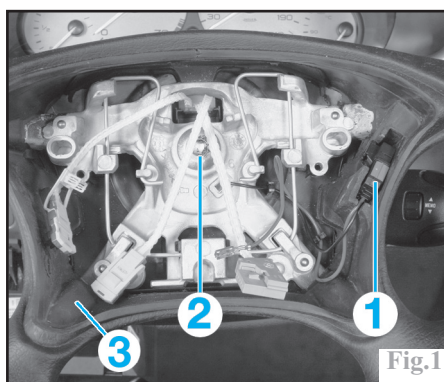

Fig.1
-le connecteur de l'avertisseur sonore (1) (Fig.1).